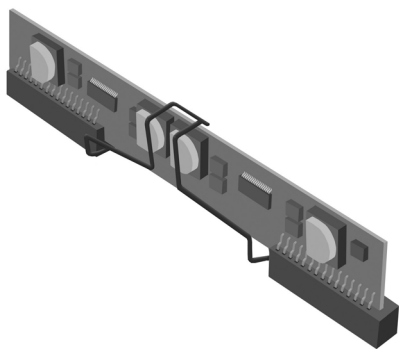

图 4-27 拆除线夹
- 服务器更新的发行版使用线夹将主板和辅助 CPU 卡上的 CPU VRM 固定到位（请参见图 4-27）。服务器最初的发行版不具有这些夹子。
7. （仅适用于更新的 Sun Fire V40z 服务器发行版）拆除将 CPU VRM 固定到位的线夹（请参见图 4-27）。
7. (仅适用于 *Sun Fire V40z* 服务器更新的发行版) 拆除将 CPU VRM 固定到位的线夹 (请参见图 4-27)。